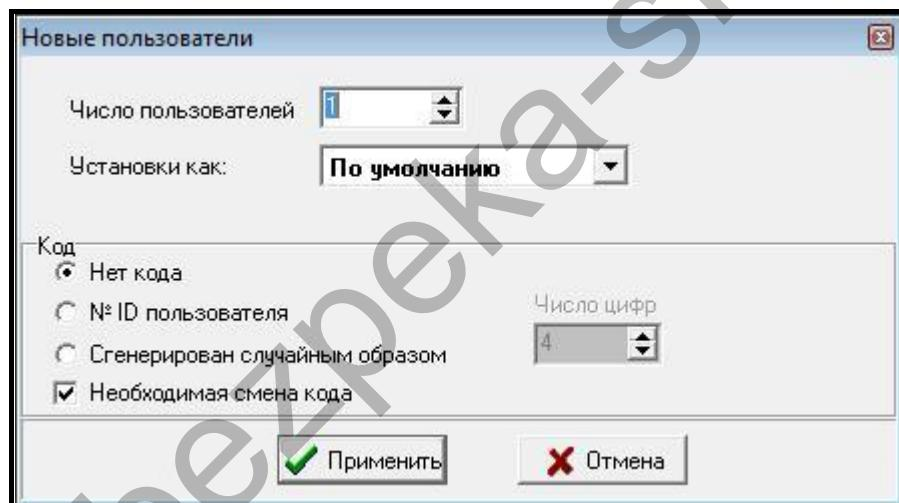

Рис. 25. Окно добавления новых пользователей.
2. Кликните по кнопке ДОБАВИТЬ ПОЛЬЗОВАТЕЛЯ. Откроется окно НОВЫЕ ПОЛЬЗОВАТЕЛИ (см.: рис. 25).
именно эта группа (см.: Добавление новых пользователей с помощью ACCO-SOFT-LT и рис. 25).